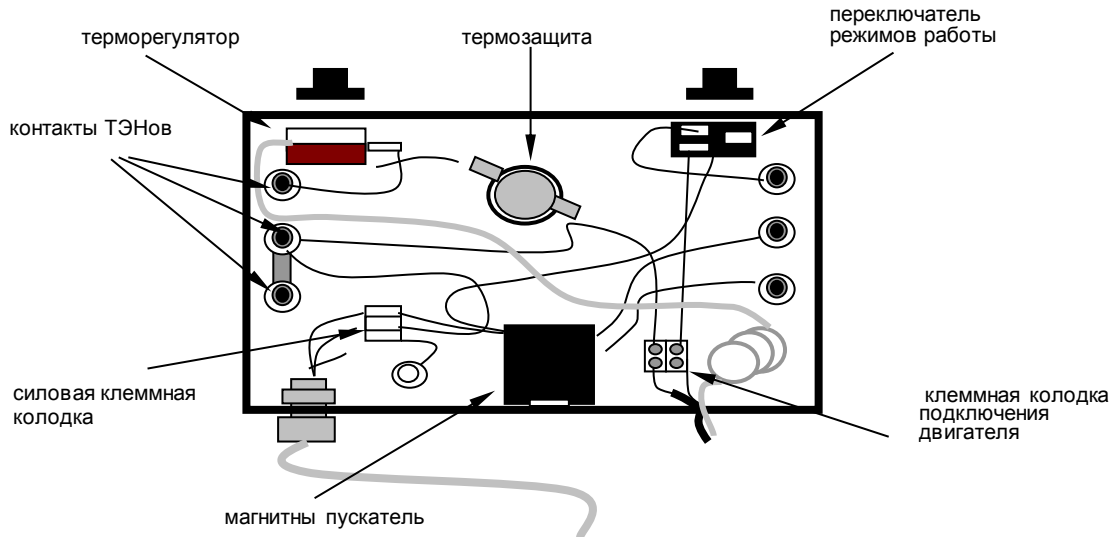

рис. 2
1. Проверьте сопротивление обмотки двигателя и цепи его подключения. Замер сопротивления обмотки двигателя произведите на клеммной колодке его подключения (рис. 2), при выключенном переключателе режимов (положение -0). Сопротивление обмотки двигателя: